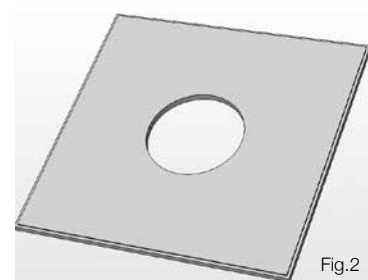

Fig.2
2. Découpez le trou dans la dalle au moyen d'une scie à guichet (Fig.2).